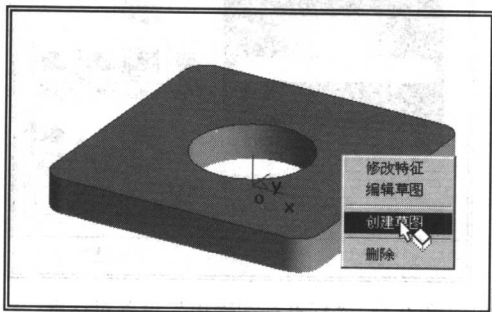

图 0-10 选择草图绘制平面
(1) 单击 **F8** 键, 将视角调换为轴侧视向, 移动光标至底板底座顶面, 待光标提示变为  时, 单击鼠标左键拾取, 点击鼠标右键, 选择“创建草图”, 如图 0-10 所示。